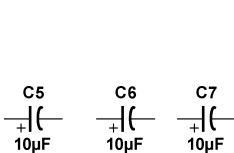

图 3-64 放置 10 μF 的电容器元器件
① 选择值为 10 μF 的电容器，双击该元器件或单击“确认”按钮，然后将光标移动到工作窗口，放置 3 个该电容元器件，如图 3-64 所示。